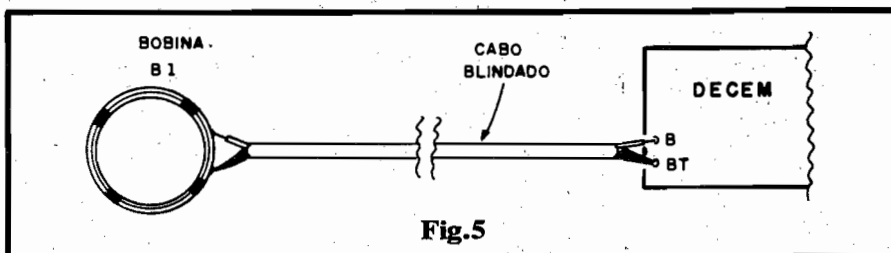

Fig.5
- FIG. 5 - LIGANDO A BOBINA "B1" COM CABO BLINDADO - Conforme foi dito no item anterior, a eventual ligação da bobina em posição não muito próxima à placa, requererá conexão por cabo blindado, de modo a evitar a captação de interferências não desejadas (caso em que o próprio cabo de ligação passaria a agir como um "captador secundário" de campos eletro-magnéticos próximos, atrapalhando bastante os ajustes de SENSIBILIDADE do DECEM). A figura mostra como o condutor "vivo" e o "terra" (malha) devem ser ligados aos extremos da bobina B1 e aos correspondentes pontos na placa...